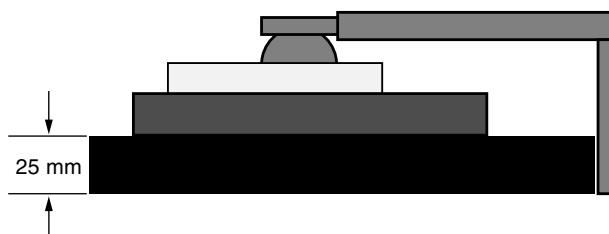

Figura S.1
3. Sitúe el monitor boca abajo en una superficie no abrasiva. (Coloque la pantalla sobre una plataforma de 25 mm para que el soporte quede paralelo a la superficie) (**figura S.1**).